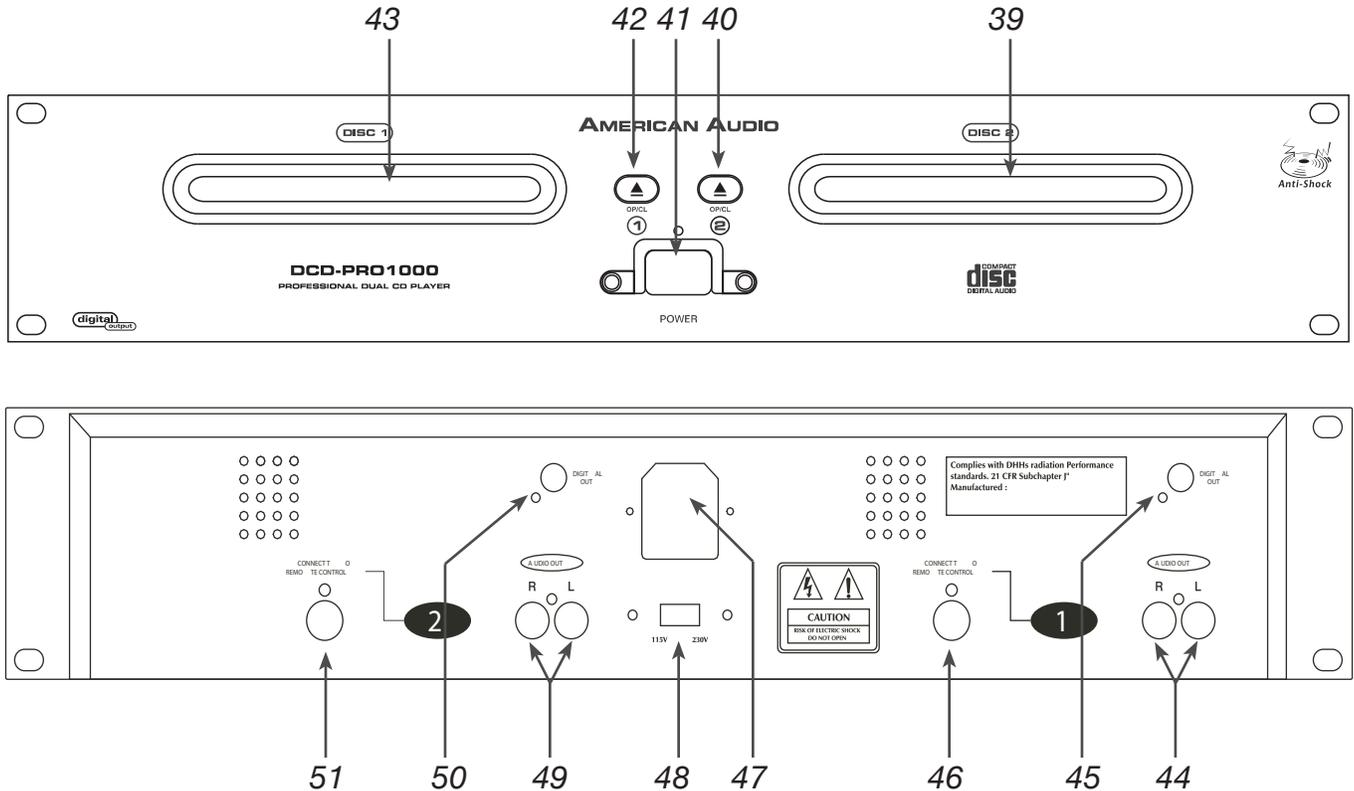

Figura 4
B. UNIDAD TRANSPORTADORA (FIGURA 4)
- Esta bandeja se utiliza para cargar un CD en el mecanismo de la unidad 2 y también para retirarlo de éste. La bandeja se abre y se cierra pulsando el Botón DRIVE 2 OPEN/CLOSE (40). Nunca debe forzarse el desplazamiento de la bandeja para abrirla o cerrarla mientras el suministro eléctrico está inactivo.